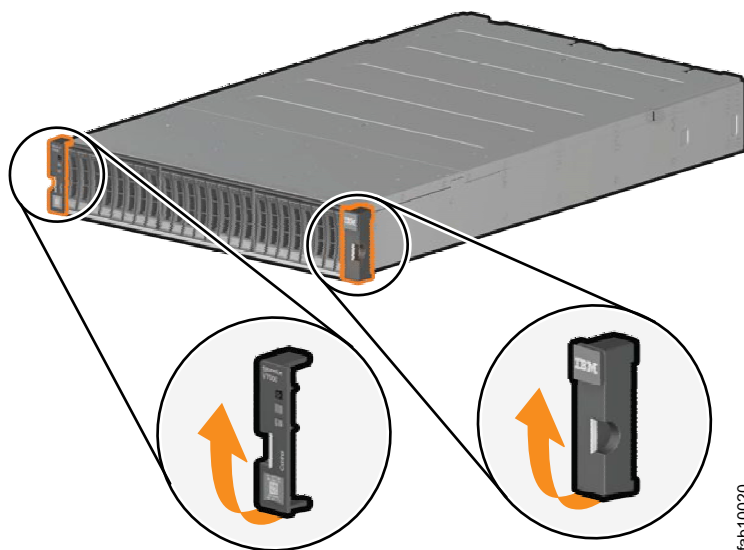

Figure 37. Extraction des caches du boîtier
1. De chaque côté des unités, retirez les caches du boîtier en saisissant la poignée et en tirant sur la partie inférieure du cache, puis en libérant le cache du haut du boîtier. (Voir figure 37.)